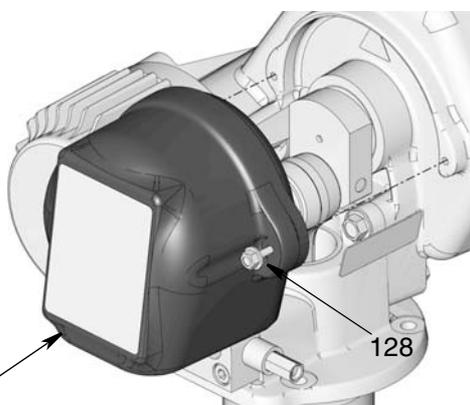

Рис. 50
27. Обратно установите крышку (126) с помощью болтов (128). С помощью гаечного ключа надежно затяните болты (Рис. 50).